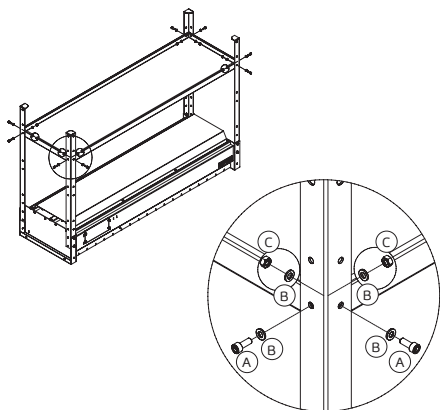

Рис. 13.
- Взять полку (поз. 4) для комплектации «Стандарт»; полку (поз. 11) для комплектации «Оптима»/ «Премиум» или полки (поз. 11) и (поз.31) для комплектации «Люкс» и установить к ножкам, как показано на рис. 13, 14, 15, 16. (Для комплектации «Люкс» установить полки поочередно: верхнюю, затем нижнюю полку).